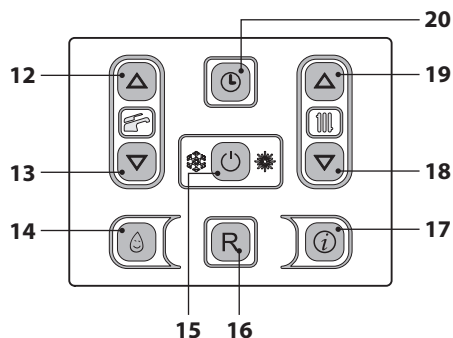
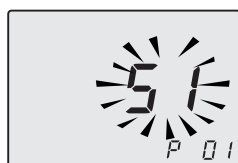
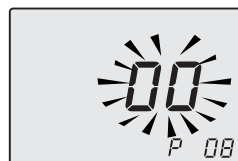

Figura 5.28
Figura 5.29
Figura 5.30
- Entrare in "modalità programmazione" premendo contemporaneamente per 10 secondi i tasti 15 - 18 - 19 (Figura 5.28) fino a far apparire sul display LCD le lettere **P01** e il valore del parametro, indicanti l'entrata nel "parametro 01" (Figura 5.29).
- Scorrere i vari parametri utilizzando i tasti 18 o 19 (Figura 5.28) fino a far apparire sul display LCD le lettere **P08** e valore del parametro, indicanti l'entrata nel "parametro 08" (Figura 5.30).
- Premendo il tasto 15 (Figura 5.28) si ottiene la conferma del valore inserito.
- Premendo il tasto 15 (Figura 5.28) si ottiene la